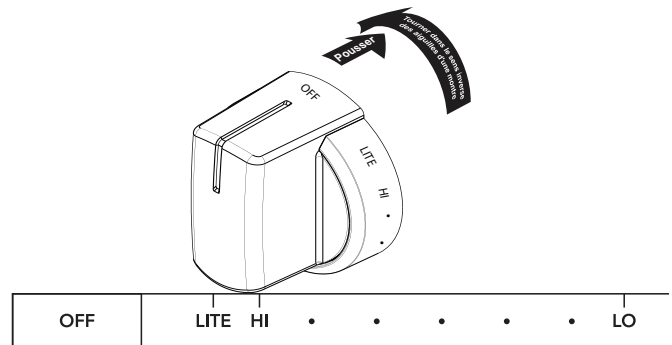

Figure 2 : Utilisation du bouton de gaz
3. Relâchez le bouton et tournez-le sur LITE (allumage) (voir figure 2). Remarque : les quatre allumeurs de surface électroniques produiront une étincelle en même temps. Cependant, seul le brûleur que vous mettez en marche s'allume.